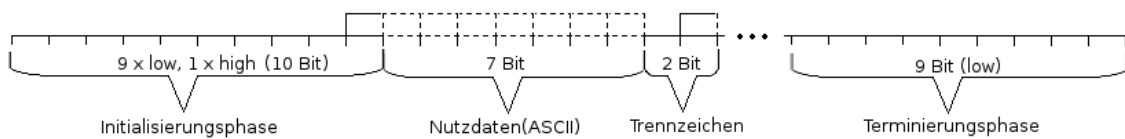

Abbildung 2: Übertragungsprotokoll
4. Das Übertragungsprotokoll soll die in Abbildung 2 gezeigte Form haben:
Hinweis: Für ein besseres Übertragungsergebnis stehen Schrumpfschläuche zur Verfügung. Eine wie in Abbildung 2 gezeigte Terminierungsphase ist nicht zwingend erforderlich.